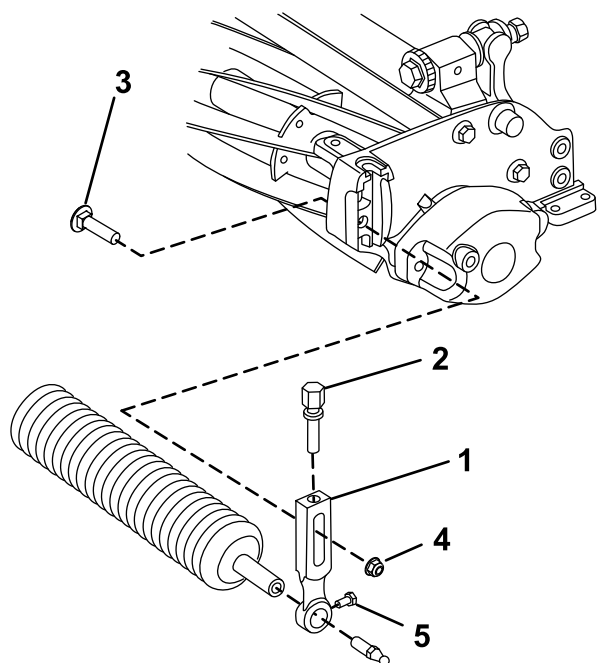

図 3
- 刈高アーム左右のどちらか1本をカッティングユニットのサイドプレート固定しているプラウボルト、ワッシャ、フランジロックナットを外す 図 3。